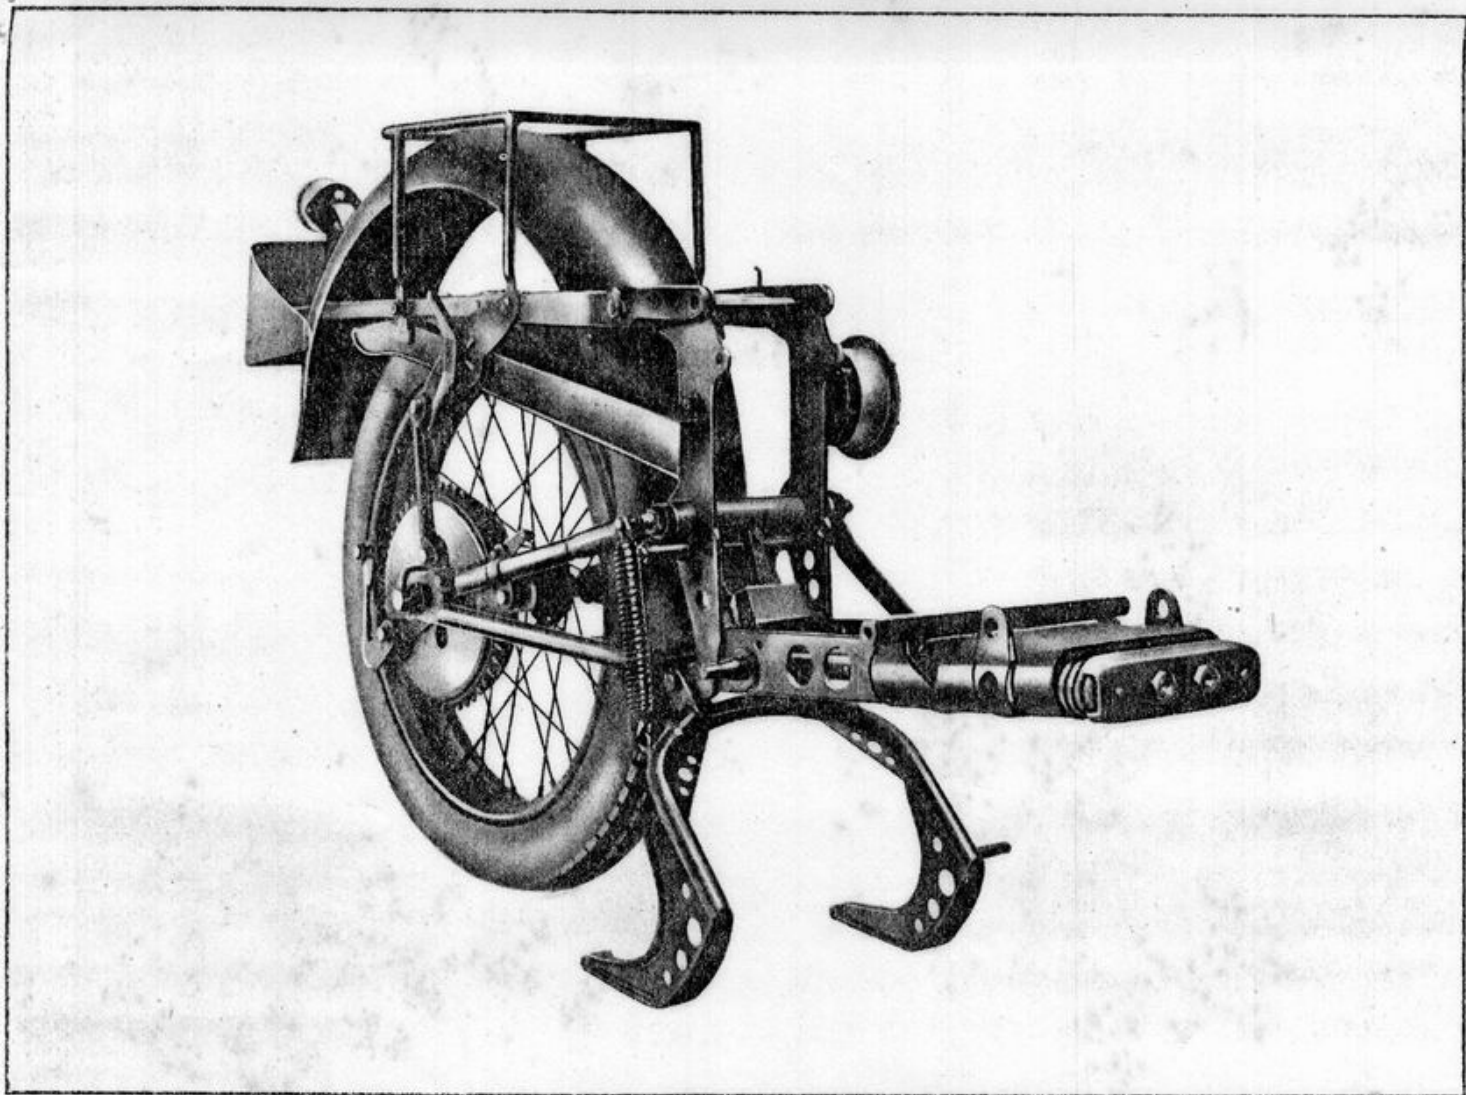

Fig. 11 - Parte posteriore del telaio completo
- Il gruppo bracci posteriori parafrangoborsette completo (vedi fig. 11).